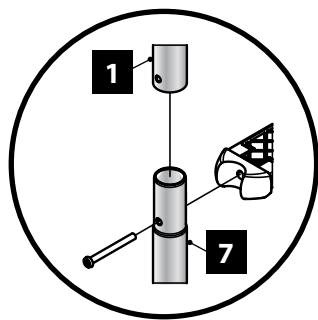

Fig. 20 / Abb. 20/ Afb. 20
- Assembler la rampe supérieure (1) et inférieure (7) en les introduisant l'une dans l'autre (figure 20). Fixer les marches (6) aux rampes à l'aide des boulons (8), des rondelles (4) et des écrous (9).
- Positionner les tampons (10) sur les rampes pour éviter que l'échelle puisse abîmer la paroi de la piscine.
- Une fois l'échelle assemblée, positionner celle-ci sur la margelle en utilisant le support de rampe (5) comme gabarit.